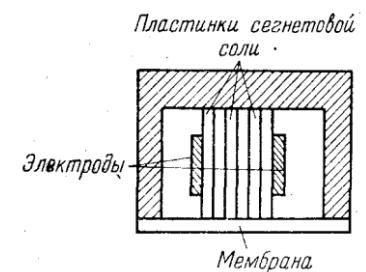

Рис. 6.4. Схема устройства пьезоэлектрического приемника звука.
3. Пьезоэлектрический приемник звука состоит из мембраны, на внутренней которой набирается столбик из тонких кристаллических пластинок. Между пластинками прокладываются электроды из тонкой металлической фольги (рис. 6.4). Какие из пластинок сегнетовой соли — 45° X-реза или 45° Y-реза — обладают большей чувствительностью в качестве приемников?